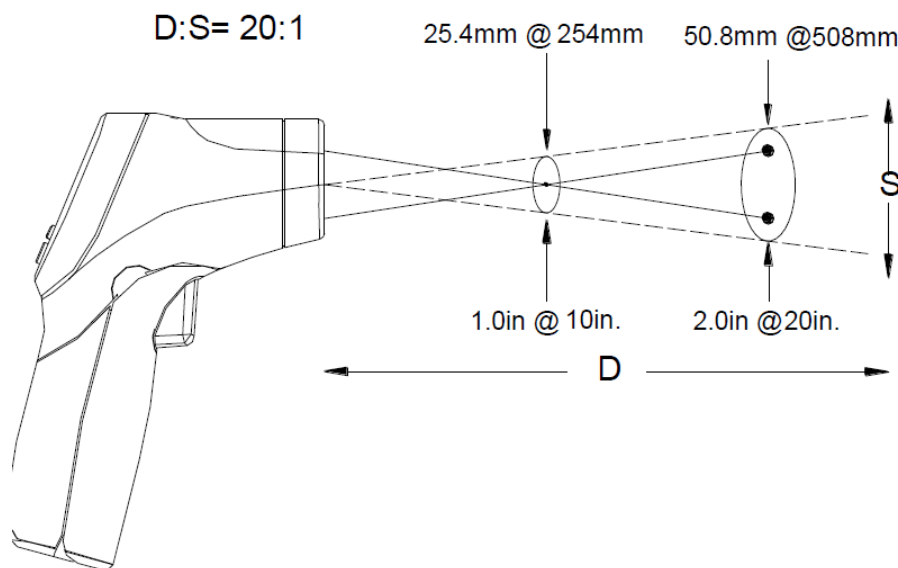

Fig. 1
Zodra de afstand (D) vanaf een object vergroot wordt, zal de meetspot (S) van het te meten gedeelte groter worden. Zie fig. 1.